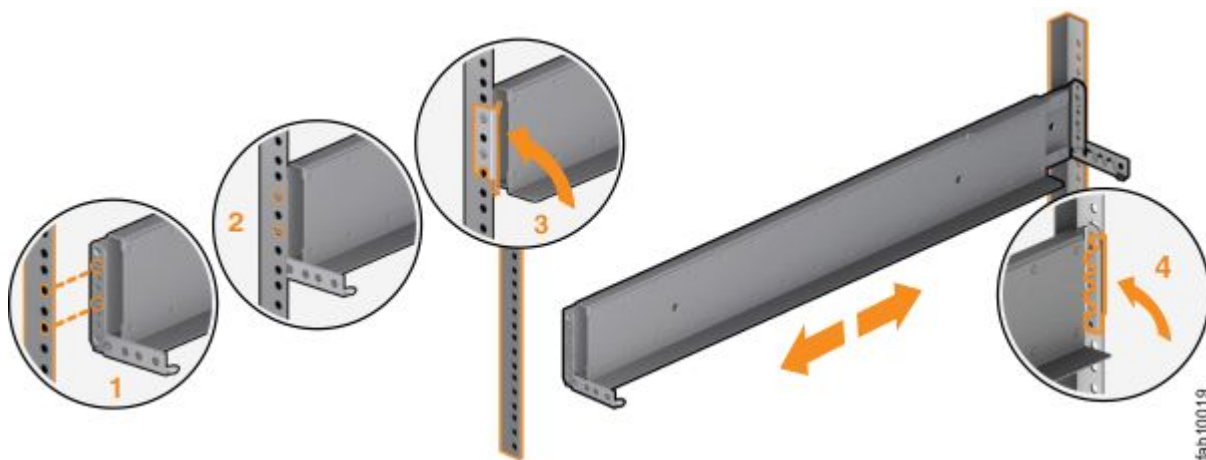

图 11. 闭合铰链支架
- 步骤 8. 闭合后铰链支架以将导轨固定到机架机箱凸缘上。（请参阅第 14 页图 11 “闭合铰链支架”。）
- 步骤 10. 闭合前铰链支架以将导轨固定到机架机箱凸缘上。（请参阅第 14 页图 11 “闭合铰链支架”。）